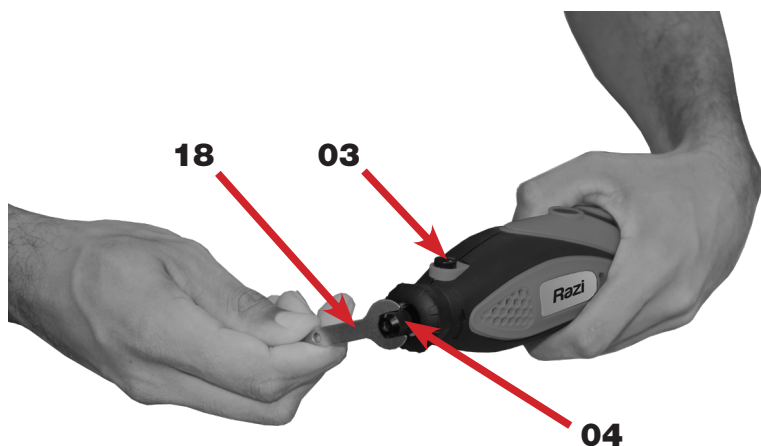

FIGURA 11 – Chave fixa para troca da ferramenta
1. DESCONECTAR a Micro Retífica (01) da rede elétrica.
2. APERTAR o Pino de Trava (03) (figura 11);
3. GIRAR a Rosca de Fixação (04) com a Chave Fixa (18) no sentido anti-horário para abertura da pinça;
5. GIRAR a Rosca de Fixação (04) com a Chave Fixa (18) no sentido horário e APERTAR para a fixação da ferramenta.